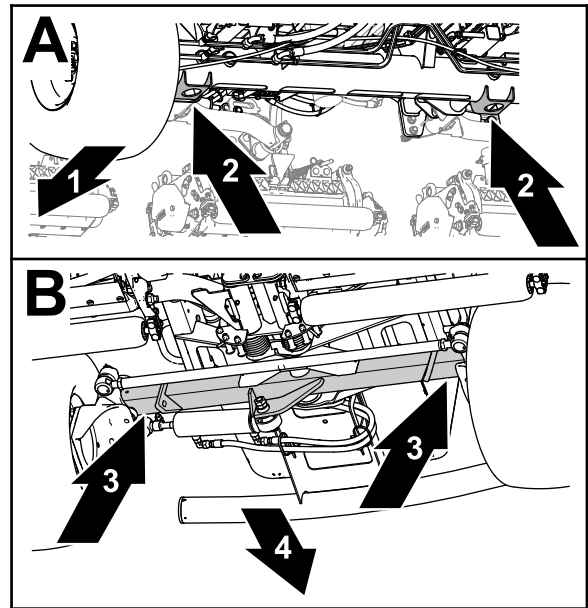

Figura 106
- Delante – los puntos de apoyo del gato del tubo del eje delantero (Figura 106).